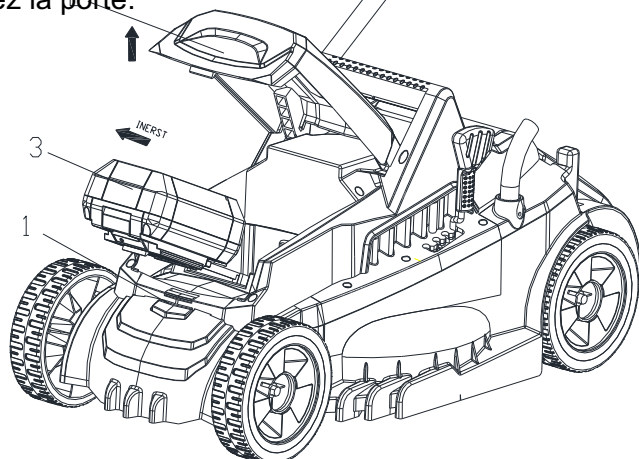

Fig. 2
1. Appuyez sur le bouton du couvercle de la batterie (Fig.2 No.1),
2. Soulevez et maintenez la porte de la batterie (Fig.2 No.2),
3. Placez la batterie (Fig.2 No.3) sur la tondeuse. Alignez les nervures guidées sur la batterie avec les rainures du port de batterie du produit.